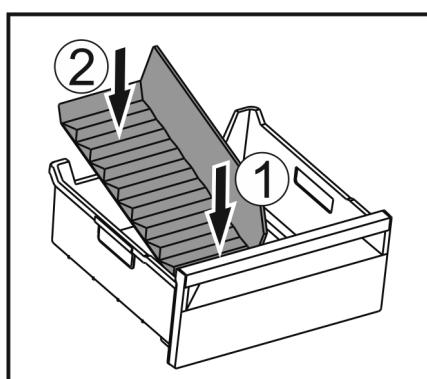

Fig. 50
- Установите переднюю часть разделителя отделения для льда. Fig. 50 (1)
- Опустите заднюю часть разделителя отделения для льда на дно выдвижного ящика. Fig. 50 (2)